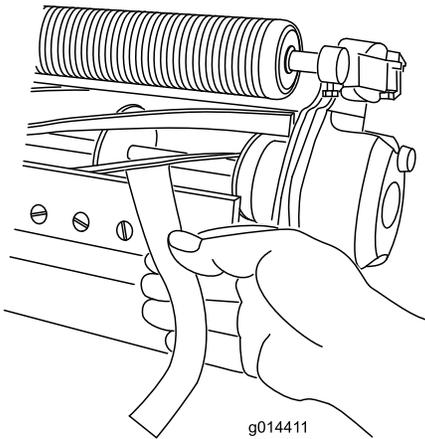

Figure 5
2. Écrou de vis de réglage de barre d'appui (2)
B. Insérez une longue bande de papier de performance de coupe entre le cylindre et la contre-lame, perpendiculairement à la contre-lame (Figure 5), puis tournez **lentement** le cylindre en avant ; il devrait couper le papier ; s'il ne le fait pas, répétez les opérations A et B jusqu'à ce que le papier soit coupé.
11. Insérez une longue bande de papier de performance de coupe (réf. Toro 125-5610) entre le cylindre et la contre-lame, perpendiculairement à la contre-lame (Figure 5), puis tournez **lentement** le cylindre en avant ; il devrait couper le papier ; s'il ne le coupe pas, tournez chaque vis de réglage de la barre d'appui de 1 cran dans le sens horaire et répétez cette opération jusqu'à ce que le papier soit coupé.